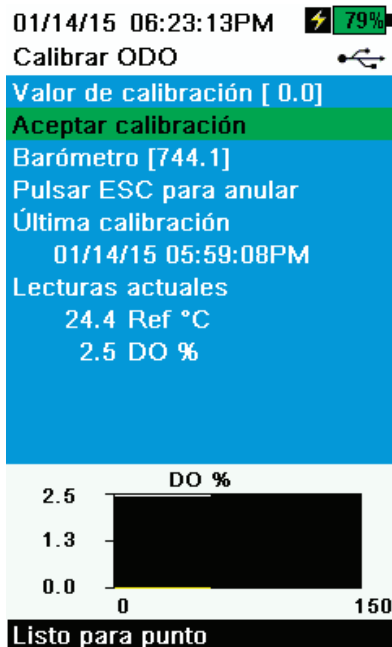

Figura 49 Calibrar ODO de punto cero
3. Observe las lecturas reales de estabilidad (la línea blanca en el gráfico no muestra cambios significativos durante 40 segundos), luego seleccione **Aceptar calibración** (Figura 49). Se mostrará "¡Calibración correcta!" en el área de mensajes.